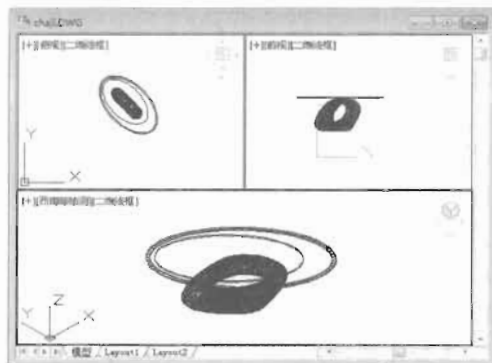

图 15-102
(3) 在视图中选择第一个视口,执行“视图>三维视图>俯视”,选择第二个视口,执行“视图>三维视图>前视”,视图效果如图 15-102 所示。